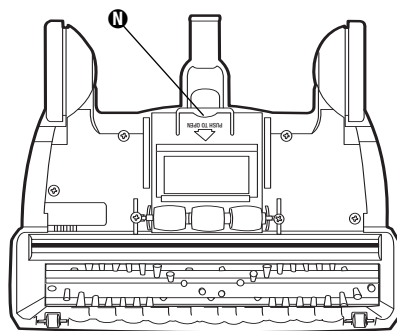

FIG. 9
**Step 4:** Flip vacuum over and inspect dirt channel in brushroll area. Open access door by pulling back on access door latch **N** and lifting up (Fig. 9), check for blockage. Remove any blockages with tool or coat hanger. Close access door.
**Paso 4:** Invierta la aspiradora e inspeccione el canal de polvo en el área del cepillo giratorio. Abra la puerta de acceso jalando la traba de la puerta **N** hacia atrás y levantándola para (Fig. 9) verificar que no haya obstrucciones. Retire las obstrucciones con una herramienta o una percha.